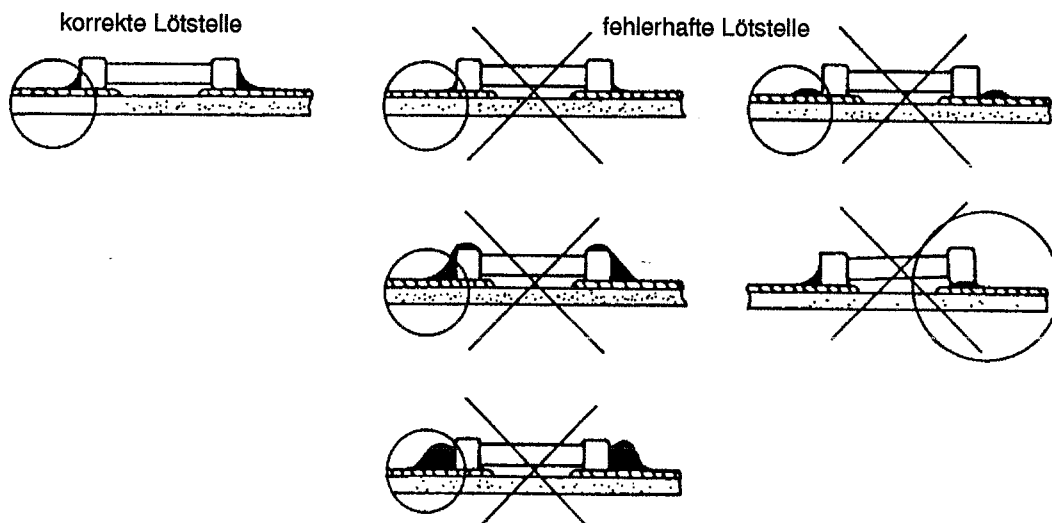

Bild 2-3 Beispiele für Lötstellen an SMD-Bauteilen
- **Das Arbeitsergebnis ist mit einer Lupe auf Lötstellenform (siehe Bild 2-3), Brückenbildung, offene Lötstellen, Risse und Löcher, Lötstellen-Oberflächenbeschaffenheit (glatt und gleichmäßig glänzend), Lötstückchen, Lötspitzer und korrekte SMD-Positionierung sorgfältig zu kontrollieren.**